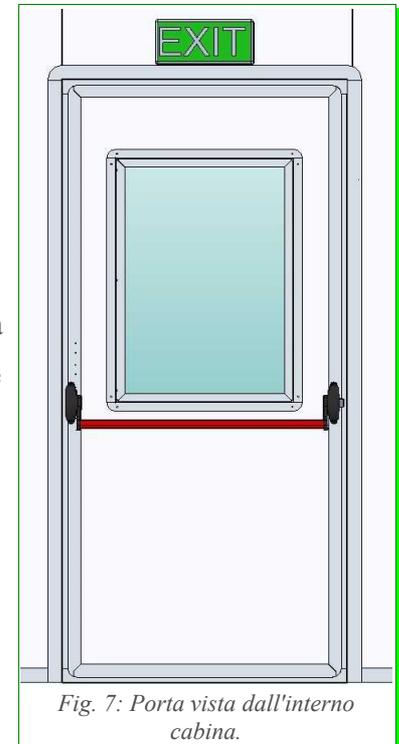
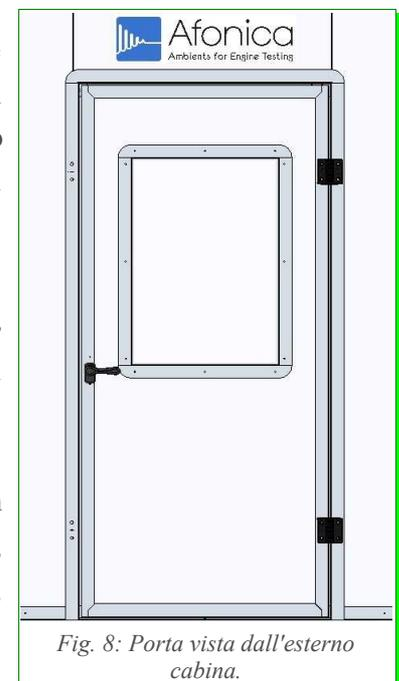

Fig. 7: Porta vista dall'interno cabina.
Fig. 8: Porta vista dall'esterno cabina.
- apertura antipanico verso l'esterno (Fig. 7)
- maniglia di apertura dall'esterno dotata di serratura (Fig. 8)
Sulla porta è dotazione standard una ampia finestra (W570 x H810 mm, Fig. 7 e Fig. 8) che consente la perfetta visione dell'interno della sala. Essa è realizzata con un vetro acustico stratificato antisfondamento montato con guarnizioni a tenuta su una cornice realizzata in lamiera zincata.
È inoltre compresa una luce di emergenza (EXIT) interna alla sala, posizionata sopra alla porta (Fig. 7).